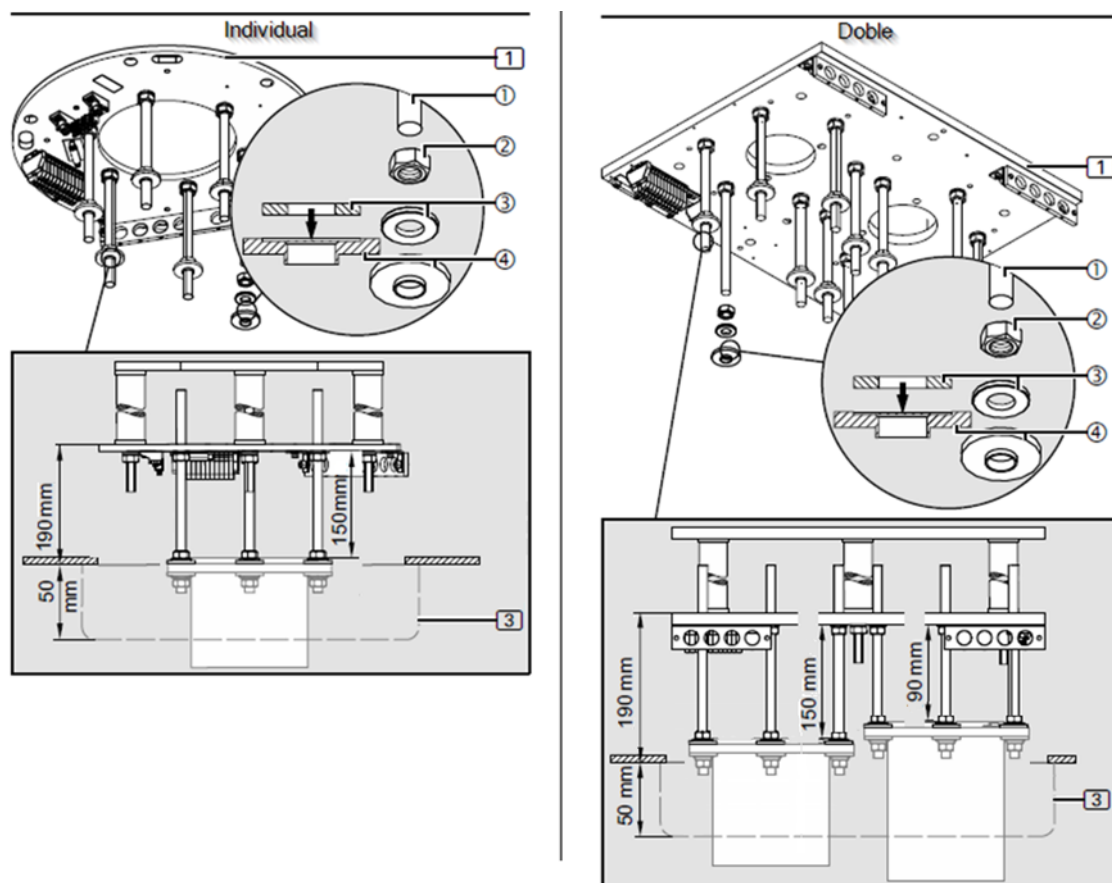

Fig. 12 Installation de l'isolation supérieure sur les boulons filetés des faux plafonds
- Visser 1 écrou hexagonal M16 (2) chacun sur les 6/12 boulons filetés M16 x 315 mm (3), puis monter 1 anneau élastique (1) chacun.
- Tous les boulons filetés M16 x 315 mm (3) doivent être complètement vissés dans la plaque d'interface 1.
Les boulons filetés M16 x 315 mm (3) doivent dépasser de la plaque d'interface (1) de 220 mm dans la version simple, de 160 mm dans la version double, comme le montre la figure 12.
- Vérifiez que les boulons filetés M16 raccourcis (3) (3) sont solidement fixés à la bonne distance les uns des autres et entièrement vissés dans la plaque d'interface (1).